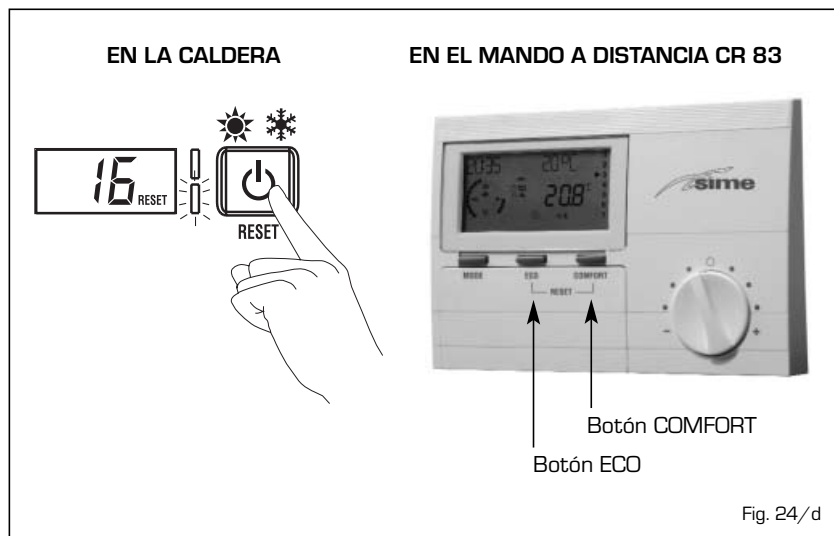

Fig. 24/d
– **ANOMALÍA POSICIONAMIENTO Sonda CALEFACCIÓN SM1/SM2 “AL 16 / E : 16” (fig. 24/d)**